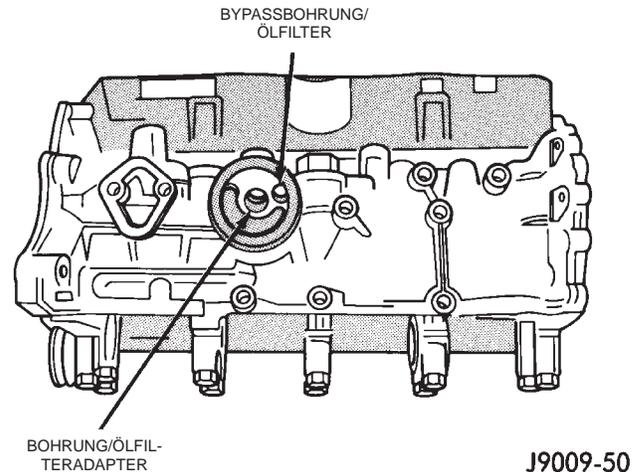

Abb. 72 Bohrung/Ölfilteradapter
- Aufnahmebohrungen/Ölfilterflansch, Bypassbohrung (Abb. 72).